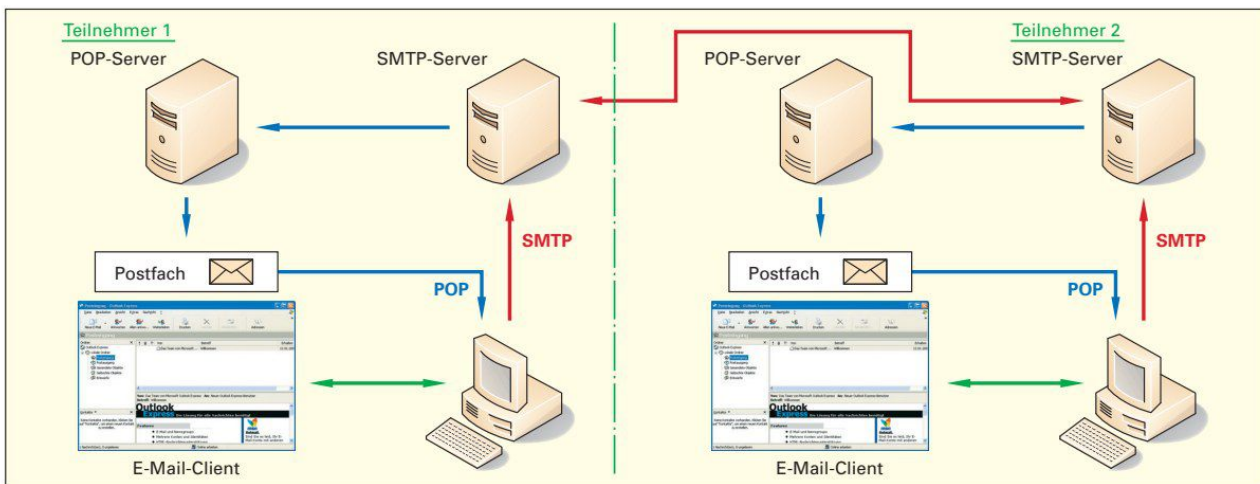

Bild 3: Prinzipieller Weg einer E-Mail im Internet
3. Für das Versenden von E-Mails wird ein E-Mail-Client-Programm benötigt, mit denen E-Mails an einen E-Mail-Server (**Bild 3**) versandt oder davon abgeholt werden können. Der E-Mail-Client muss dazu konfiguriert werden.
5. Nennen Sie die grundlegenden Einstellungen bzw. Eingaben die notwendig sind, um ein E-Mail-Client-Programm zum Versenden und Abholen von E-Mails über die notwendigen Server (**Bild 3**) einzurichten.